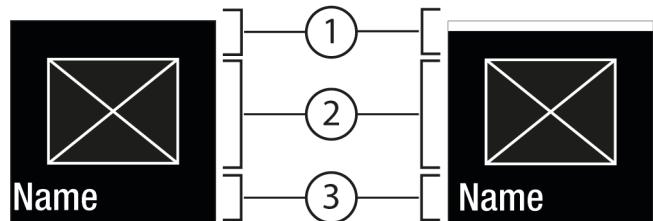
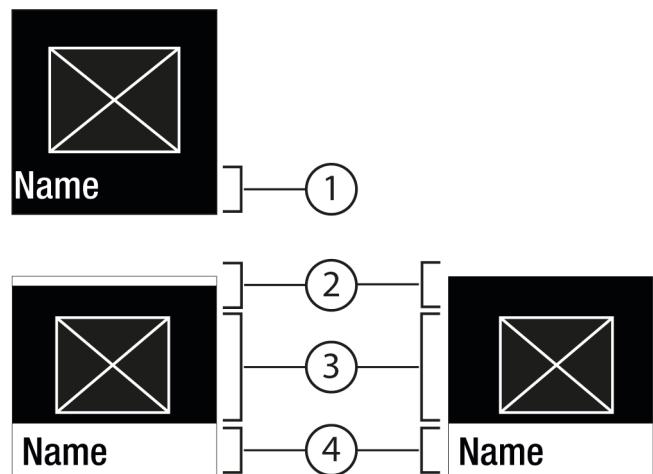

Fig. 6
Fig. 7
- С помощью Подтвердить Fig. 5 (2) вызвать Подменю Fig. 7 (4).
- Установка нового значения: С помощью Подтвердить Fig. 5 (2) выбрать деактивированное значение Fig. 6 (1).
- Назад в меню: С помощью Подтвердить Fig. 5 (2) выбрать уже активированное значение Fig. 6 (2).
► Состояние: активировано Fig. 6 (1) появляется недолго в Подменю Fig. 7 (4).